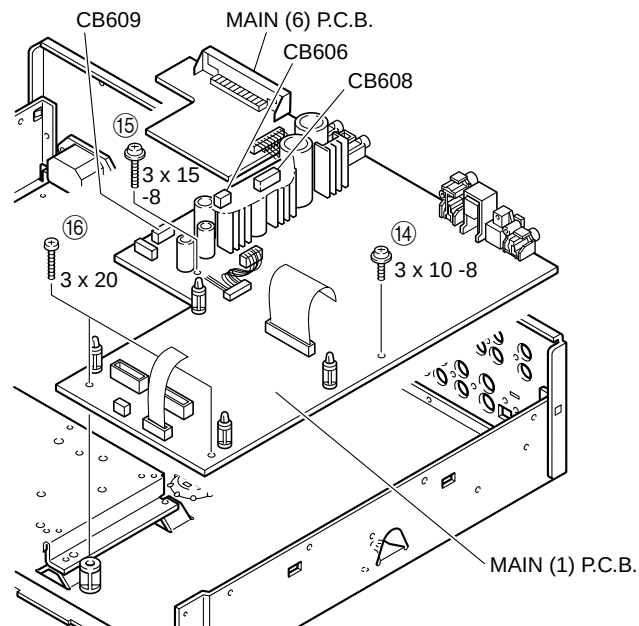

Fig. 11
- Disconnect the connectors CB606, CB608 and CB609. (Fig. 11)
- Remove 1 screw (14 and 15) and remove 2 screws (16) and then remove the MAIN (1) and (6) P.C.B. (Fig. 11)
10. MAIN (1)、(6) P.C.B.の外し方
- コネクタCB606、CB608、CB609を外します。(Fig. 11)
- 14のネジ1本、15のネジ1本、16のネジ2本を外し、MAIN (1)、(6) P.C.B.を取り外します。(Fig. 11)